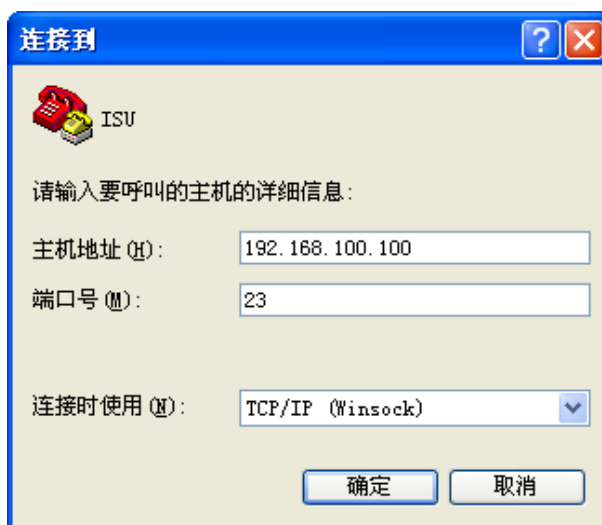

图4-24 设置主机地址和端口号
4. 按照图 4-24所示，输入主机地址(默认:192.168.100.100)和端口号(默认:23)，然后点击**确定**按钮即完成超级终端的设置。